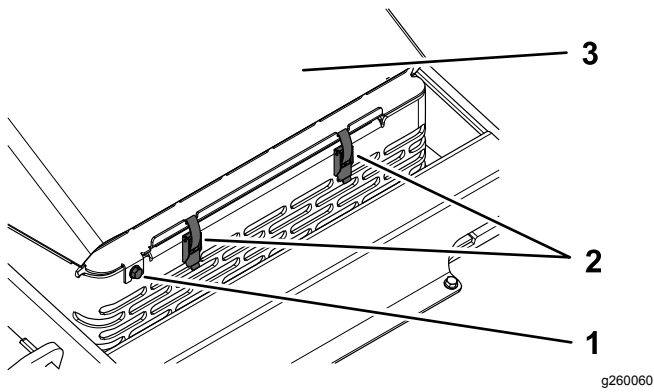

Figura 38
3. Afloje el tornillo de bloqueo del capó (Figura 38).
4. Sujete el capó y suelte los dos enganches (Figura 38).
5. Levante el capó (Figura 38).
2. Apriete el tornillo de bloqueo del capó (Figura 38).